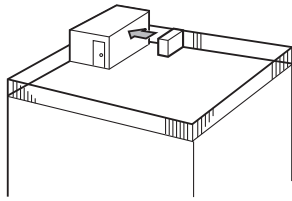

Fig. 2-3
- ① หันช่องลมออกไปยังผนังที่ใกล้ที่สุด โดยห่างจากผนังประมาณ 500 มม. (Fig. 2-3)